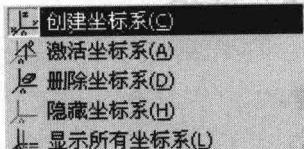

图 1-4 坐标系的创建
- ① 选择“工具”→“坐标系”→“创建坐标系”命令，如图1-4所示。